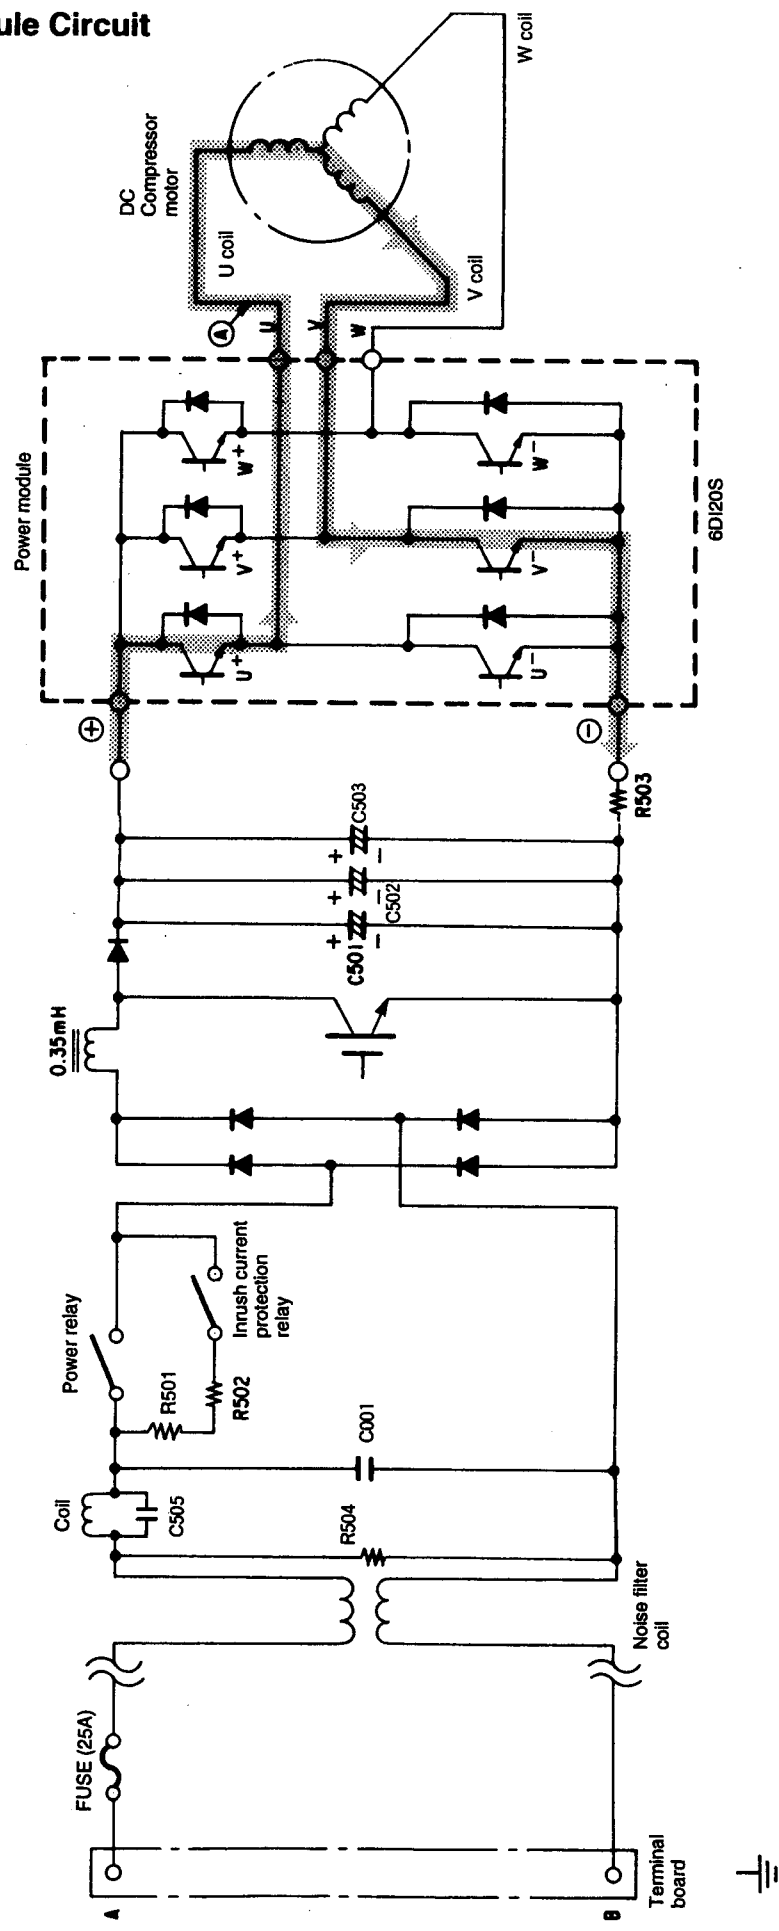
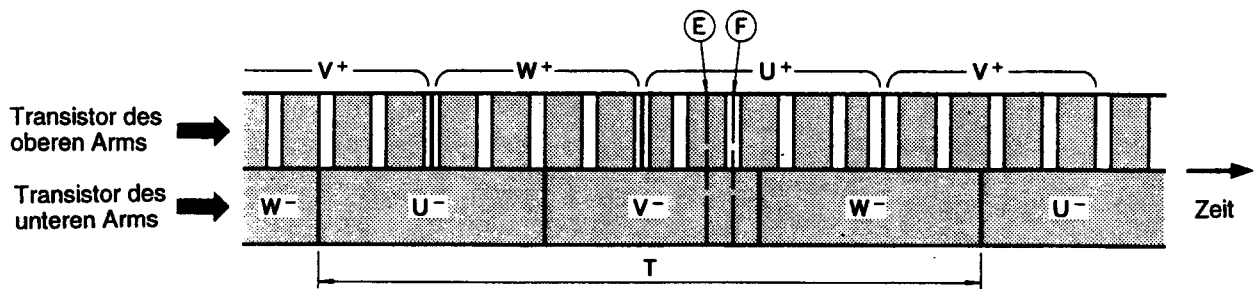
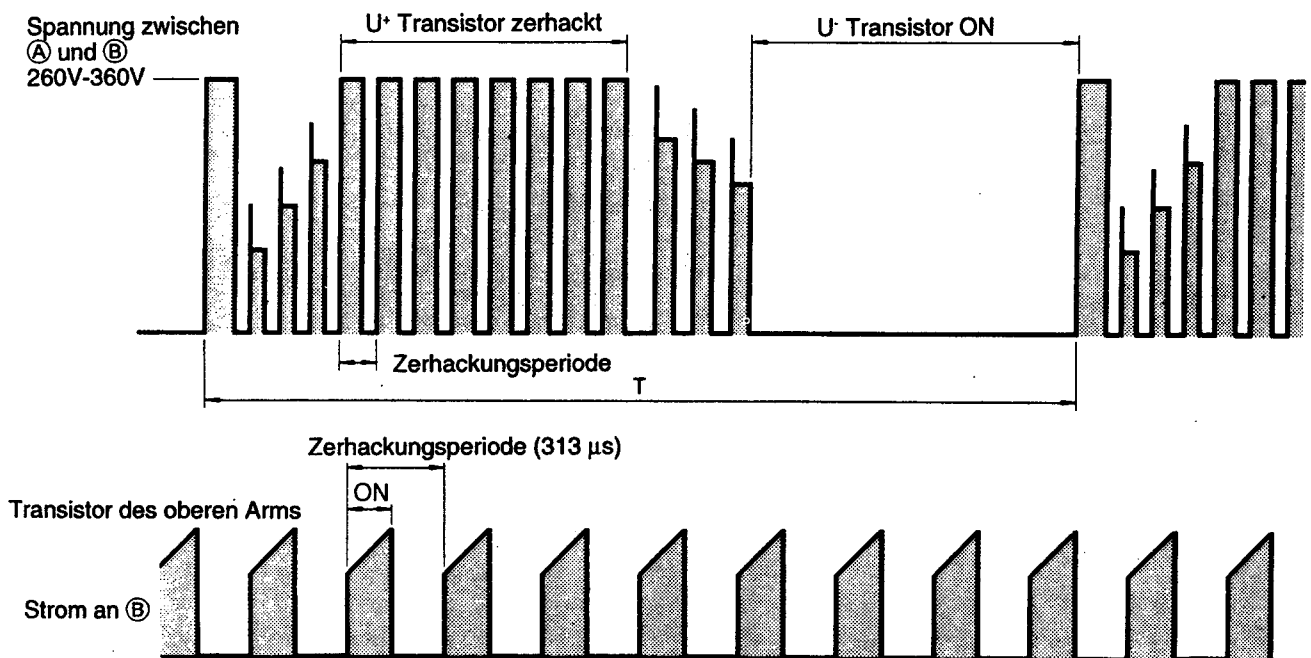

Fig. 3-1 Power module circuit (U+ is ON, V- is ON)
Abb. 3-2 Schaltfolge des Leistungsmoduls
Abb. 3-3 Spannungswellenform an jedem Punkt
● Fig. 3-1 shows the power module and its peripheral circuits.
- DC 260-360V is input of power module and power module switches power supply current according to rotation position of magnet rotor. The switching order is as shown in Fig. 3-2.
* At point E: U⁺ is ON, V⁻ is ON (circuit in Fig. 3-1)
- Time T in Fig. 3-2 shows the switching period, and relation with rotation speed (N) of the compressor is shown by formula below;
- Fig. 3-3 shows voltage waveform at each point shown in Figs. 3-1 and 3-4.
- When power is supplied U⁺ → U⁻, because of that U⁺ is chopped, current flows as shown below; ②
- When U⁺ transistor is ON: U⁺ transistor → U coil → V coil → V⁻ transistor → DC current detection resistor → Point ② (Fig. 3-1)
- Eine Gleichspannung von 260V-360V wird in das Leistungsmodul eingegeben, und das Leistungsmodul schaltet den Versorgungsstrom gemäß Rotationsposition des Magnetrotors. Die Schaltfolge ist in Abb. 3-2 dargestellt.
- * An Punkt E: U+ ist ON, V- ist ON (Schaltkreis in Abb. 3-1)
- Die Zeit T in Abb. 3-2 zeigt die Schaltperiode, wobei der Zusammenhang mit der Drehzahl (N) des Kompressors durch die folgende Formel ausgedrückt wird.
- Abb. 3-3 zeigt die Spannungswellenform an jeden der in Abb. 3-1 und Abb. 3-2 gezeigten Punkte.
- (1) Wenn der U+ Transistor ON ist: U+ Transistor → U Spule → V Spule → V- Transistor → Gleichstrom-Detektorwiderstand → Punkt B (Abb. 3-1)
- Since current flows at point ② only when U⁺ transistor is ON, the current waveform at point ② becomes intermittent waveform as shown in Fig. 3-3. Since current at point ② is approximately proportional to the input current of the air conditioner, input current is controlled by using DC current (I_d) detection resistor.
- Da an Punkt ③ nur dann ein Strom fließt, wenn der U⁺ Transistor eingeschaltet (ON) ist, wird die Stromwellenform an Punkt ③ eine intermittierende Wellenform, wie es in Abb. 3-3 dargestellt ist. Da der Strom an Punkt ③ etwa proportional zum Eingangsstrom der Klimaanlage ist, wird der Eingangsstrom durch die Verwendung des Gleichstrom- (Id) Detektorwiderstandes gesteuert.